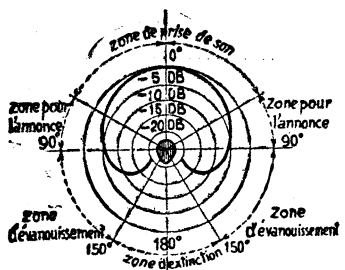

Fig. 6. — Courbe de directivité du microphone cardioïde L.M.T.
Si l'on considère le diagramme de directivité donné figure 6, diverses zones peuvent être distinguées autour du microphone. La première zone, d'un
a) *Effet directif sur une large bande de fréquences.* — La courbe de directivité est très voisine de la cardioïde idéale pour les fréquences basses ou aiguës, aussi bien que pour les fréquences moyennes (fig. 6). Le rapport minimum du niveau de modulation pour les sons se présentant sur la face avant et ceux venant sur la face arrière est de 15 dB entre 70 et 6.000 p/s, 10 dB entre 40 et 7.000 p/s, le rapport moyen se